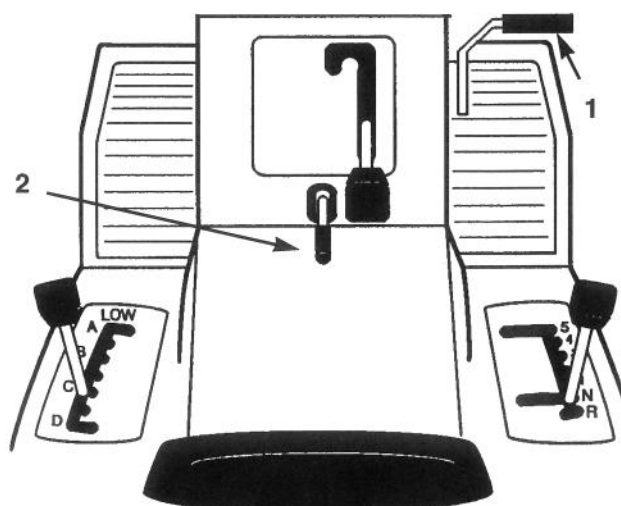

Figure 2
1. Appuyer sur la pédale d'embrayage/frein (Fig. 2) et la garder enfoncée.
2. Tirer sur le levier du frein de stationnement (Fig. 2) tout en relâchant peu à peu la pédale d'embrayage/ frein. Celle-ci devrait rester enfoncée (bloquée).
1. Appuyer sur la pédale d'embrayage/frein (Fig. 2). Le levier du frein de stationnement devrait se débloquer.